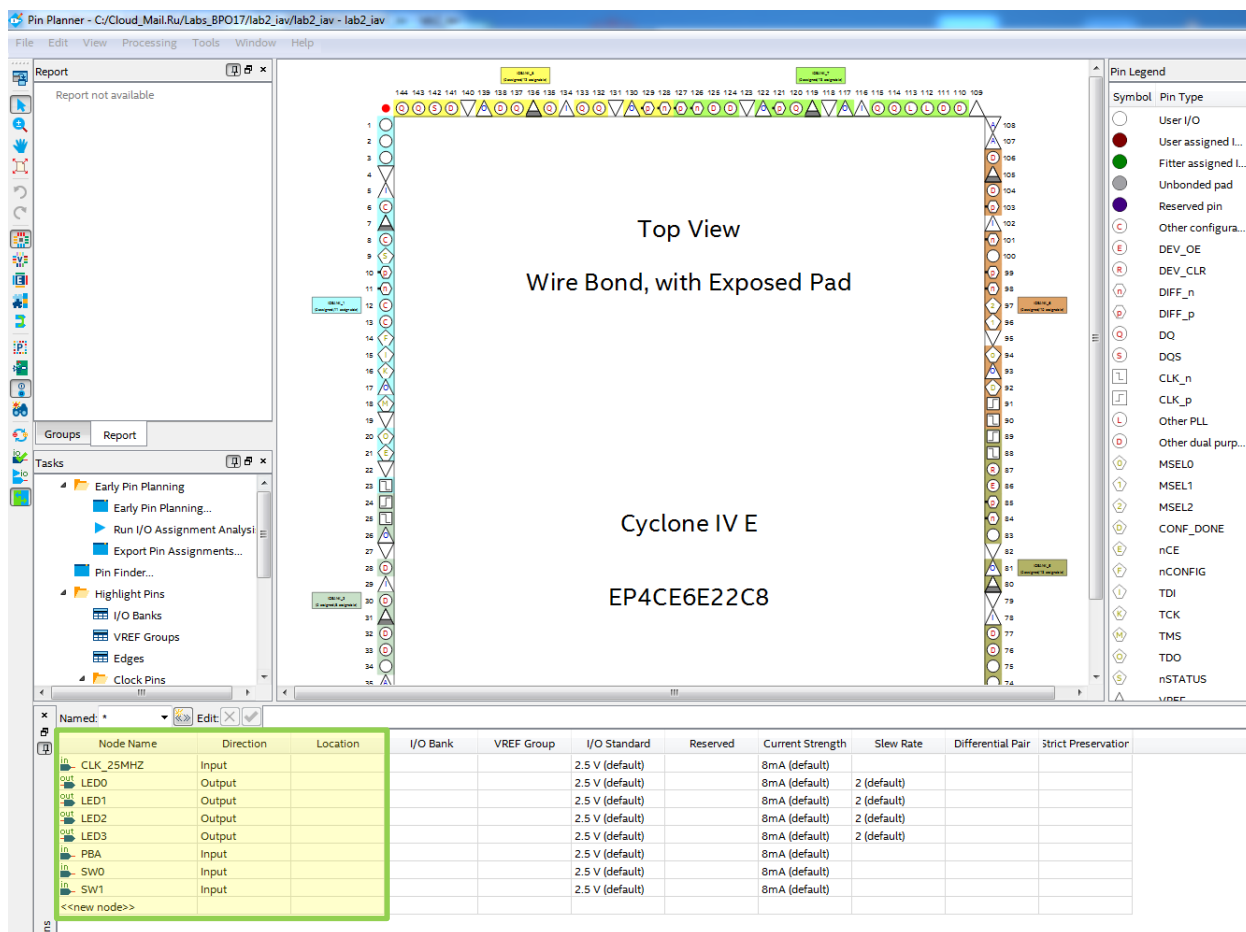

Рис.31 Окно редактора Pin Planner
5.2. В результате компиляции также формируется список сигналов для редактора выводов **Pin Planner**, которые необходимо привязать к выводам микросхемы. Откройте редактор **Pin Planner** (рис. 31) одним из следующих способов: **Assignments -> Pin Planner**